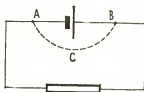
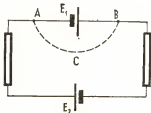

Рис. 1
Рис. 2.
1. Силы F_1 , F_2 образуют пару сил, а пара сообщает телу вращение вокруг его центра тяжести. Поэтому данное тело начнет вращаться вокруг точки С (см. рис. 1 на стр. 90). Поскольку это вращение направлено по часовой стрелке (ибо так направлена пара), то точка В станет двигаться вверх, то есть в направлении, противоположном силе F_2 .
имеет вид, показанный на рис. 1, то будет прав первый учащийся. Если же цепь будет такой, как на рис. 2, и E_1 будет создавать на участке ACB ток больший, чем создает E_2 , то окажется прав второй учащийся.